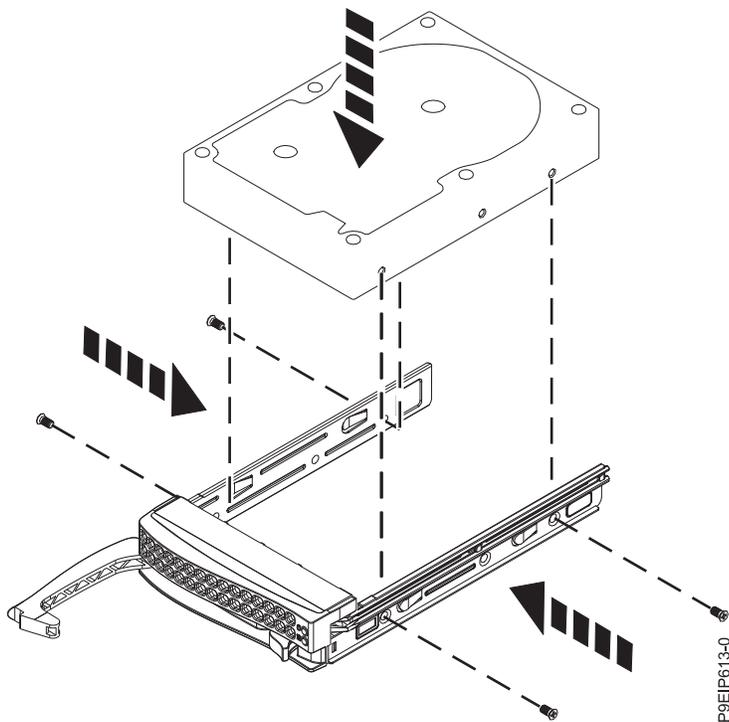

図 5. トレイへの 3.5 型ドライブの取り付け
- 3.5 型ドライブは、トレイ全体に収まります (8 ページの図 5 を参照)。ドライブをトレイの側面に 4 本のねじ (各側面に 2 本) で固定します。